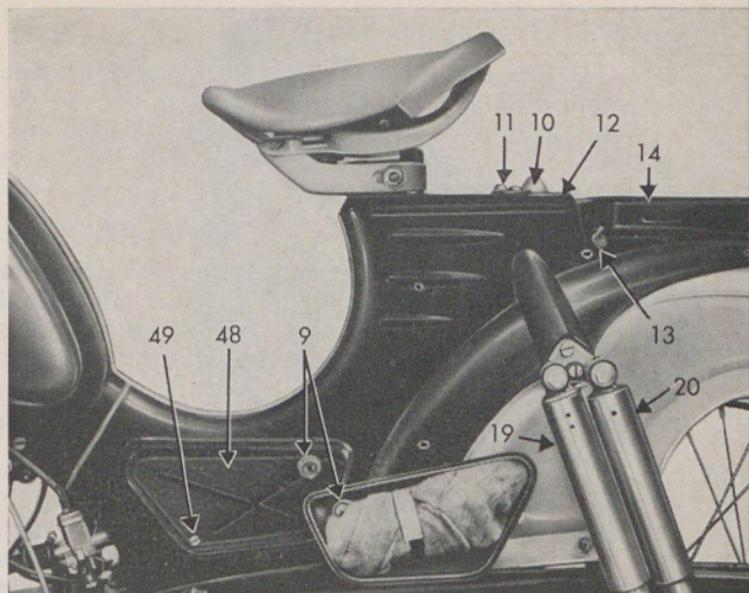

Bild 3
- f) **Der Reifendruck** der Combinette soll am Vorderrad 1,2 atü und am Hinterrad 1,8 atü betragen, bei einer Belastung von ca. 75 kg. Die Reifen können mit Preßluft oder mit einer Luftpumpe aufgepumpt werden. Die Luftpumpe 10 (Bild 3) ist mit einem Deckel 11 abgedeckt, der auf einer Deckplatte 12 drehbar befestigt ist; sie kann nach Beiseitedrehen des Deckels 11 herabgenommen werden.